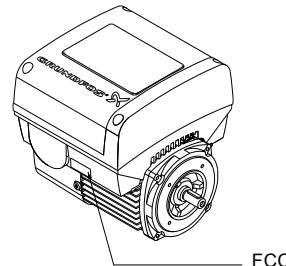

Рис. 65 Маркировка FCC
- Если модуль CIM поставляется с маркировкой FCC, закрепите её на клеммной коробке. См. рис. 65.